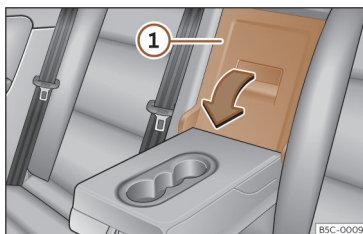

Fig. 195 No encosto do banco traseiro: abertura da tampa.
- Puxe a alavanca de desbloqueio no sentido da seta e rebata completamente a tampa >>> **Fig. 195** ① para a frente.